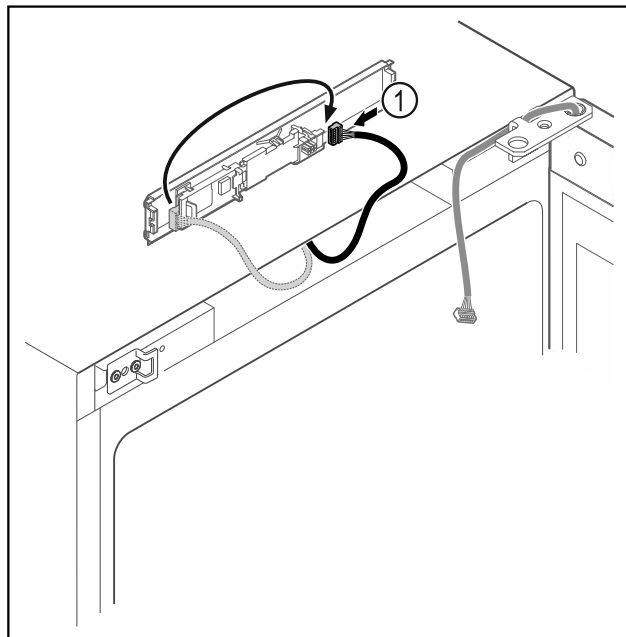

Fig. 17
- Schimbați poziția de introducere a fișei Fig. 17 (1) la placa electronică.